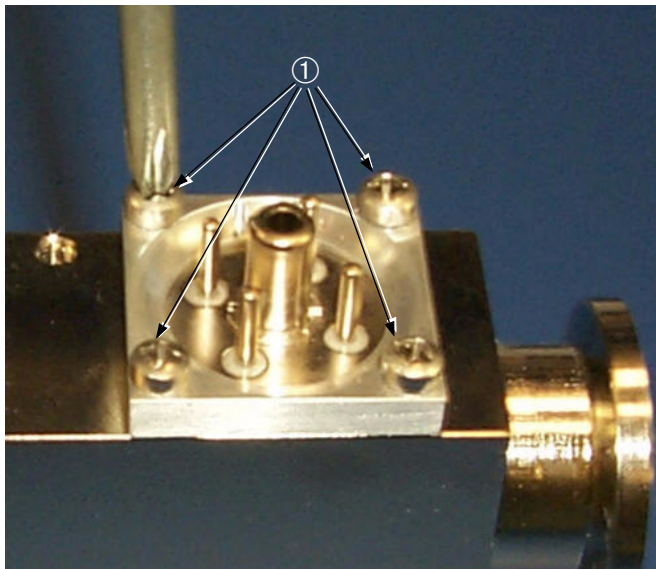

图 4-9 按钮 TC 部件
1. 卸下固定按钮 TC 头部的 4 颗十字螺丝 ①（图 4-9）。
5. 取下固定离子源头部的 4 颗十字螺丝（第 4-11 页图 4-9）。